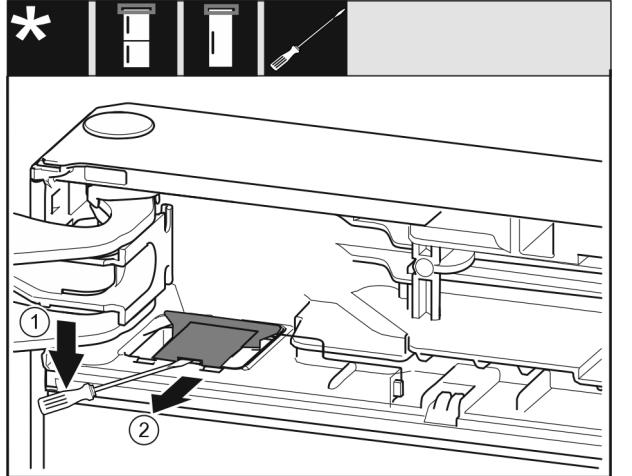

Fig. 9
- ▶ 使用带槽螺丝刀松开盖板，并将其抬起。Fig. 9 (1)
- ▶ 取出盖板。Fig. 9 (2)